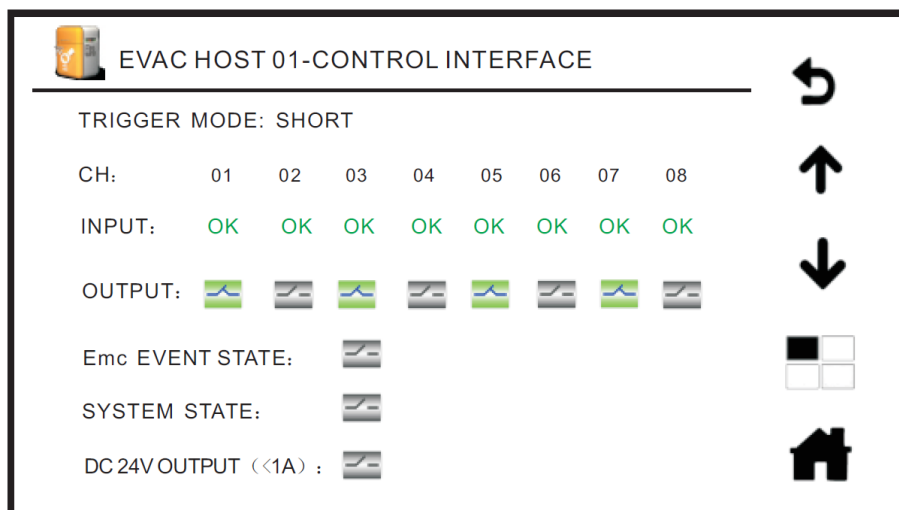

Рис. 4.8. Интерфейс управляющих сигналов
- Пункт **CONTROL INTERFACE** отображает состояние интерфейса управляющих сигналов. Нажмите на этот значок и войдите в подменю **CONTROL INTERFACE** (интерфейс управляющих сигналов), чтобы проверить состояние интерфейсов управляющих сигналов текущего контроллера, как показано на Рис. 4.8.